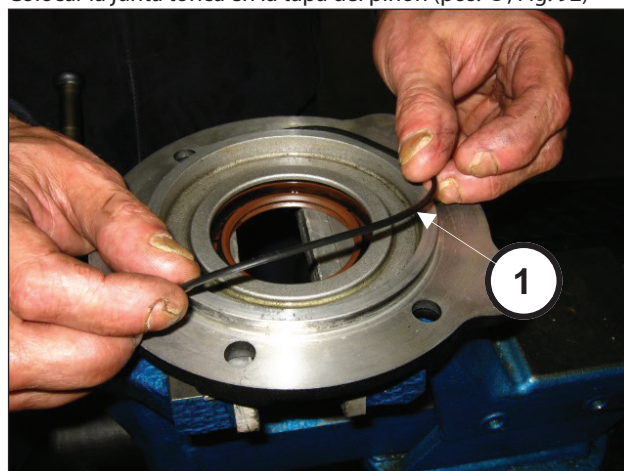

Fig. 92
Colocar la junta tórica en la tapa del piñón (pos. ①, Fig. 92)